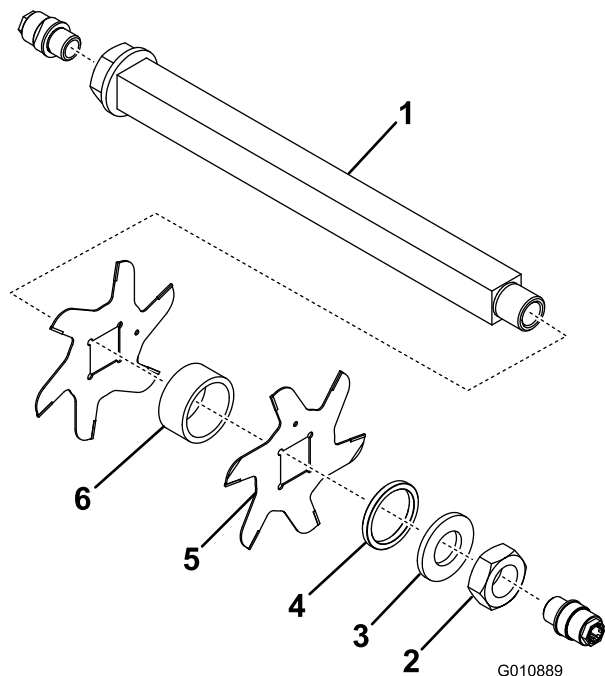

Figura 11
3. Retire el espaciador pequeño, la arandela, las cuchillas y los espaciadores grandes. Limpie el eje cuadrado y lubríquelo con una capa ligera de grasa para simplificar el montaje (Figura 11).